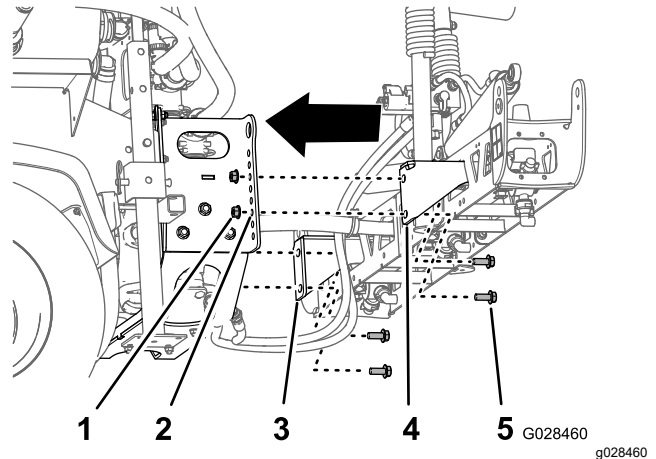

Figura 39
2. Alinhe o orifício inferior nos suportes de montagem de secção do conjunto da rampa central com o terceiro furo da parte inferior nos suportes da rampa na estrutura do patim de pulverização, como se mostra na **Figura 39**.